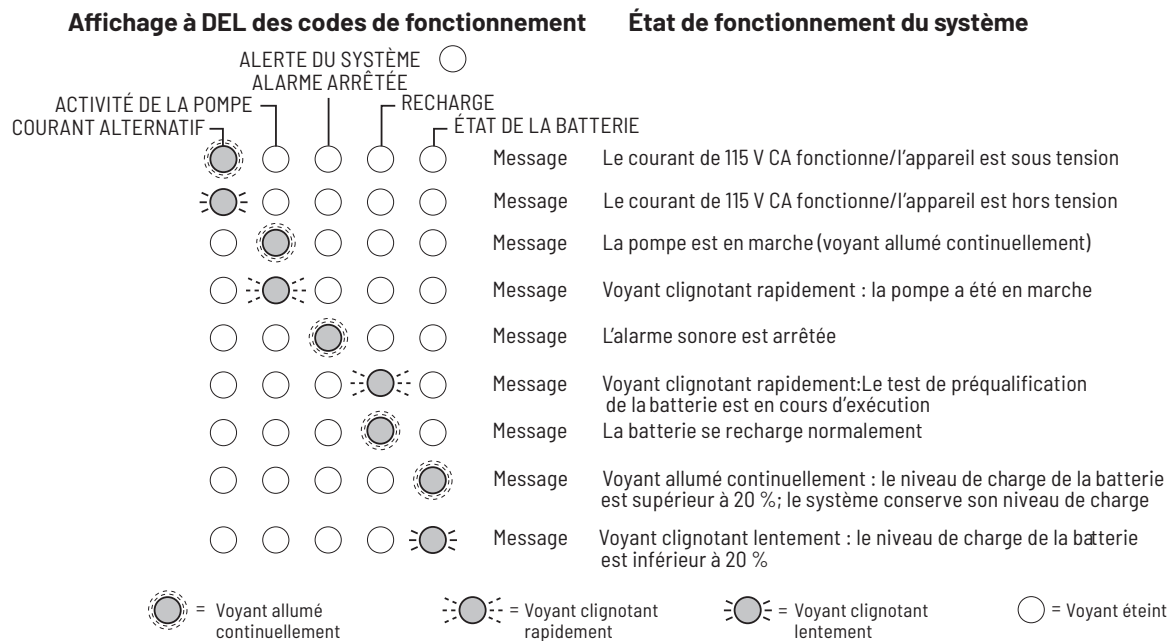

Figure 6 : Affichage des codes de fonctionnement (voyants allumés continuellement ou qui clignotent)
- ◆ Lorsque le témoin lumineux « System Alert » (alerte du système) NE CLIGNOTE PAS, reportez-vous à la figure 6.